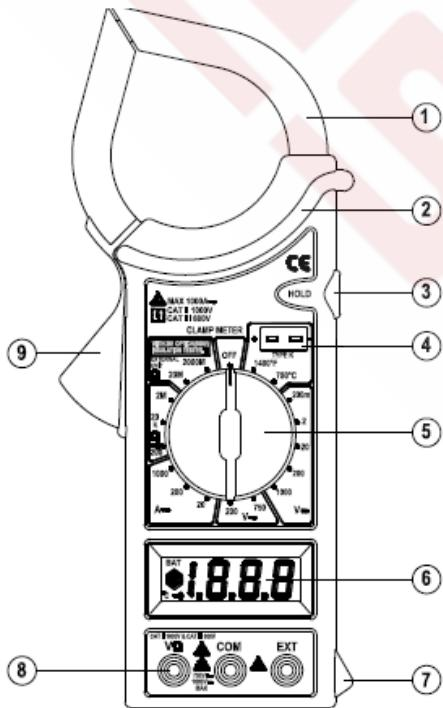

Рисунок 1
1. Установите поворотный переключатель в соответствующее положение в секторе **A~**. Нажмите на курок, чтобы раскрыть токовые клещи, и сожмите их вокруг **одного** проводника (рис. 1).